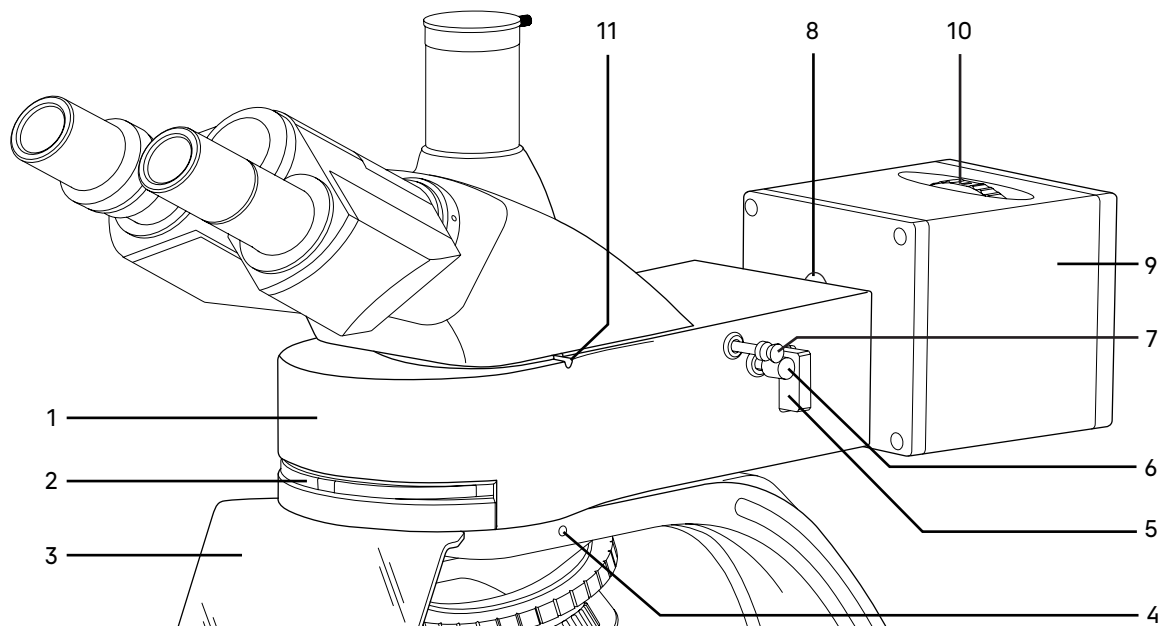

Рис. 3. Люминесцентная насадка
Общий вид люминесцентной насадки представлен на рис. 3.
Корпус люминесцентной насадки 1 (рис. 3) устанавливается в отверстие верхнего фланца штатива и закрепляется винтом 4 (рис. 3).
На корпусе 1 (рис. 3) насадки находится соединительный переходник, посредством которого корпус соединяется с блоком светодиодов. Защитный экран 3 (рис. 3) крепится к корпусу двумя винтами.
Металлическая пластина светового барьера 5 (рис. 3) установлена в паз корпуса насадки. Пластина имеет 3 положения:
В корпусе насадки находится поворотная турель с четырьмя люминесцентными фильтрами. Перемещение турели в корпусе насадки обеспечивается поворотом кольца 2 (рис. 3). Фиксированное положение рукоятки под символом означает включение в ход лучей соответствующего блока.
Кольцо перемещения турели может быть зафиксировано в одном из пяти положений, соответствующем одному из четырех типов фильтров, смонтированных на турели: синий (В), зеленый (G), фиолетовый (V) и ультрафиолетовый (UV) или нейтральное положение (O). Маркировка каждого фильтра соответствует цвету лучей возбуждения и нанесена на кольцо 2 (рис. 3) в виде символа.
В блоке 9 (рис. 3) располагаются источники света возбуждения – светодиоды. Микроскоп укомплектован светодиодами четырех волновых диапазонов свечения: синий (В), зеленый (G), фиолетовый (V) и ультрафиолетовый (UV). Светодиоды установлены в поворотной турели внутри блока. Смена светодиодов осуществляется поворотом кольца 10 (рис. 3). Наименования светодиодов нанесены на лицевой стороне кольца.
Блок крепится на корпус 1 (рис. 3) люминесцентной насадки винтом под ключ шестигранник 8 (рис. 3). В кожухе блока расположен коллектор, который проецирует изображение источника света в выходной зрачок объектива микроскопа.
Установите кольцо перемещения турели люминесцентных блоков **2** (рис. 3) в положение «0».
Установите пластину **7** (рис. 3) в положение «заглушка».